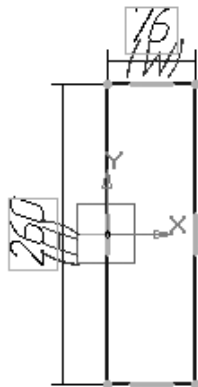

Рис. 3.23. Возможное состояние параметризуемого прямоугольника по ширине и высоте
- введите в диалоговом окне **Установить значение размера** в поле **Переменная** только имя связанной переменной – высоты прямоугольника, например, **H**. Возможное состояние параметризуемого прямоугольника по ширине и высоте показано на рис. 3.23.